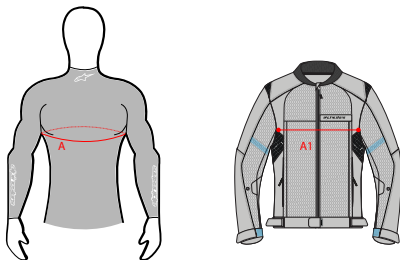

図8
**警告！** 「S」サイズ、またはそれよりも大きいサイズのTech-Air® 3は、システムと同じサイズのTech-Air® Readyのアルパインスターズ衣服と着用することができ、また、アルパインスターズ衣服のサイズがシステムのサイズより1サイズ大きい場合、およびアルパインスターズ衣服であるかどうかにはかかわらず以下の条件を満たす場合は、Tech-Air® Readyではないアルパインスターズ衣服とも着用することができるものとします。胸部では、胸囲 (A) のと胸部の衣服幅 (A1) を測定してください。  $A1 > 0.5 \times A + 12 \text{ cm}$  ( $A1 > 0.5 \times A + 4.72 \text{ in}$ ) の場合、衣服はTech-Air® 3 システムに適合します(以下の図8を参照)